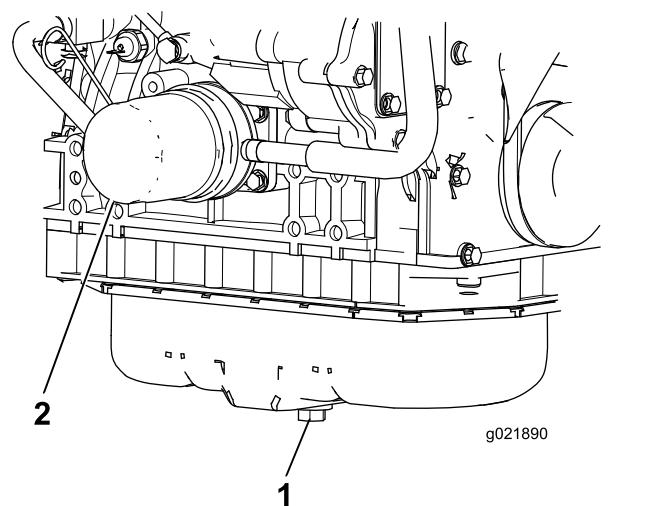

Figure 72
1. Retirez le bouchon de vidange et faites couler l'huile dans un bac de vidange (Figure 72).
3. Déposez le filtre à huile (Figure 72).